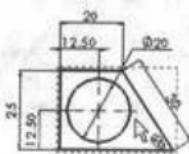
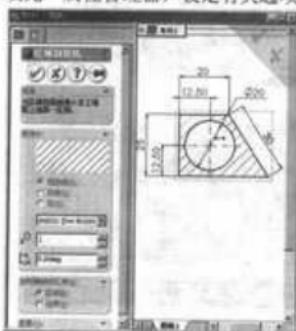

图 6-114 选择模型面
图 6-115 “区域剖面线/填充”属性管理器
(1) 如图 6-114 所示，在工程图文件中选择一模型面（一闭环草图轮廓的线段，或由模型边线和草图实体组合所邻接的区域）。
(2) 单击工程图工具栏中的 $\blacksquare$ （区域剖面线/填充）工具。
(3) 如图 6-115 所示，显示“区域剖面线/填充”属性管理器，设定有关选项。